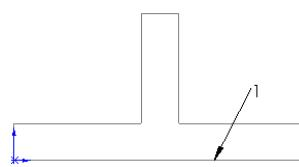
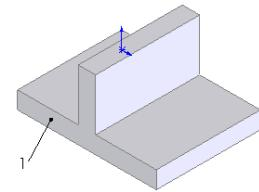
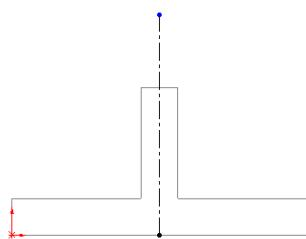

图 4-66 拉伸的图形
图 4-67 设置的基准面
图 4-68 绘制的中心线
**10** 设置视图方向。单击“标准视图”工具栏中的“等轴测”图标 $\text{3D}$ ，将视图以等轴测方向显示，结果如图 4-66 所示。
**11** 设置基准面。选择图 4-66 所示的面 1，然后单击“标准视图”工具栏中的“正视于”图标 $\text{Front}$ ，将该面作为绘制图形的基准面，结果如图 4-67 所示。
**12** 绘制中心线。在菜单栏中选择“工具”→“草图绘制实体”→“中心线”命令，以图 4-66 中的边线 1 的中点为起点绘制一条竖直向上的中心线，结果如图 4-68 所示。